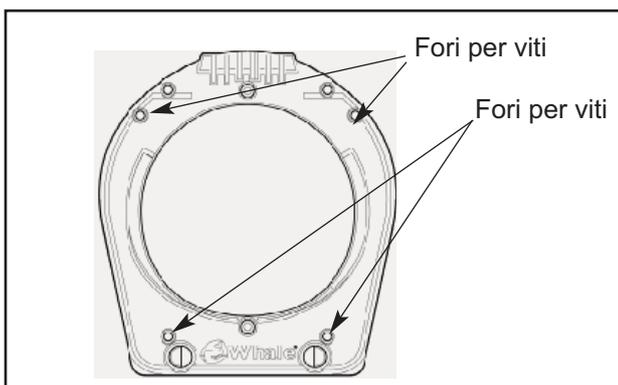

Fig.5 Vista delle posizioni di montaggio senza maniglia
4. Aprire la maniglia e contrassegnare la posizione dei 4 fori per le viti di fissaggio sulla paratia (vedere fig. 5). **Nota:** la pompa deve essere montata con 4 viti.
2. Rimuovere la pompa dalla paratia togliendo le viti di montaggio e scollegando il cuneo di montaggio (vedere fig. 5).